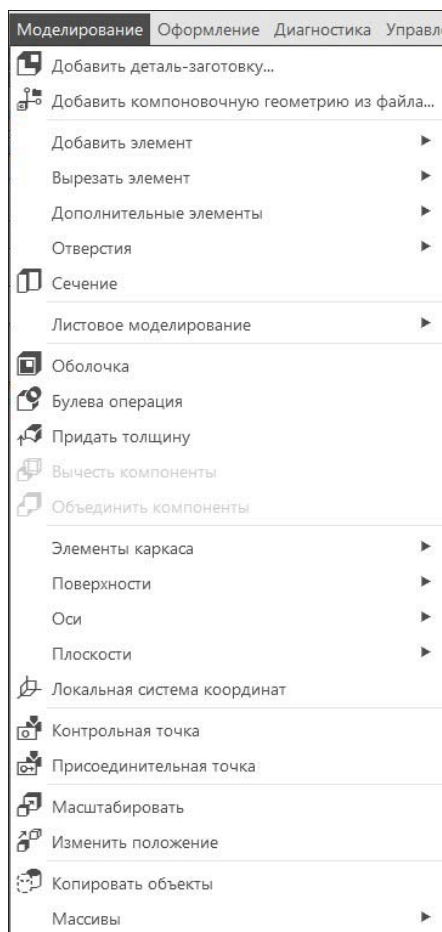

Рис. 18.5. Выпадающее меню пункта Моделирование
- ◆ **Моделирование** — содержит вспомогательные команды для построения модели детали (рис. 18.5);